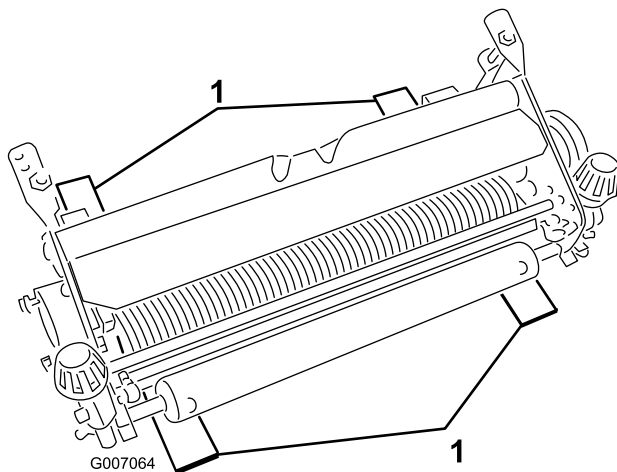

Figura 3
2. Coloque 4 barras de ajuste que tengan la profundidad deseada de penetración de las cuchillas bajo el suelo, bajo el rodillo delantero y las ruedas traseras de la unidad escarificadora (Figura 3).